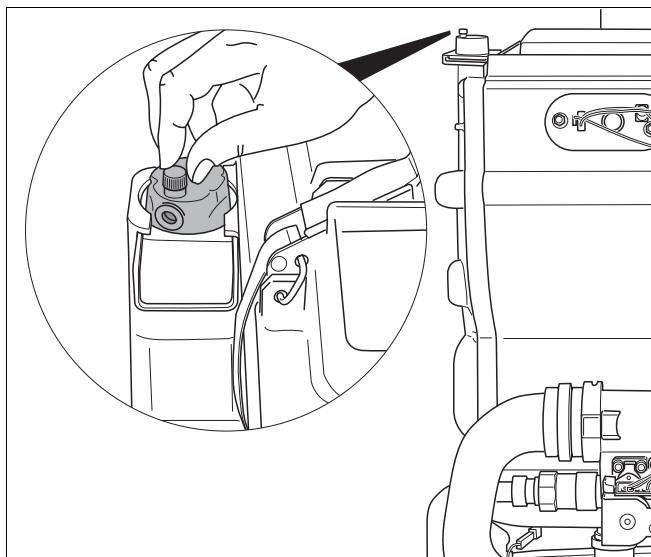

fig. 27 Automatische ontluchter openen
Het cv-toestel is uitgevoerd met een automatische ontluchter (→ fig. 27) die dient voor ontluchting van het cv-toestel.
- Draai de dop van de automatische ontluchter links boven in het cv-toestel (→ fig. 27) één omwenteling los.